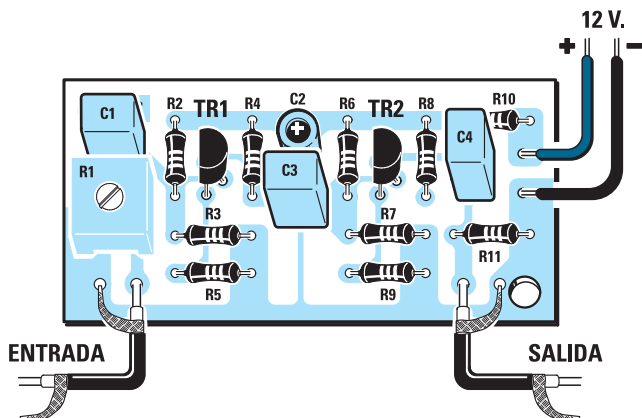

Fig.4 Esquema práctico de montaje del preamplificador LX.1590.
**LX.1590:** Todos los componentes mostrados en la fotografía y en el esquema práctico de la Fig.4, **incluido** el circuito impreso y cable apantallado para conectar las señales de entrada y salida .....6,85 €